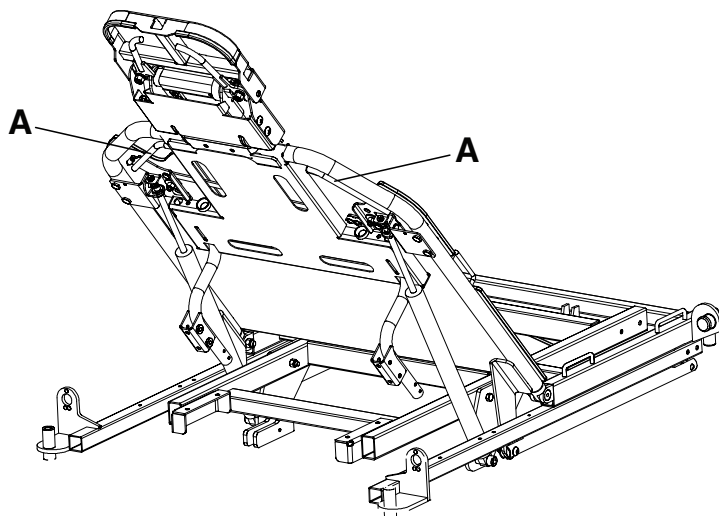

Abbildung 5 – Rückenlehne (Fowler)
Zum Anheben oder Absenken der Rückenlehne (Fowler) den roten Griff (A) in Richtung des Rahmens der Rückenlehne (Fowler) drücken. Die Rückenlehne (Fowler) anheben oder nach unten drücken, um sie in die gewünschte Position zu bringen (zwischen 0 und 90 Grad) (Abbildung 5).